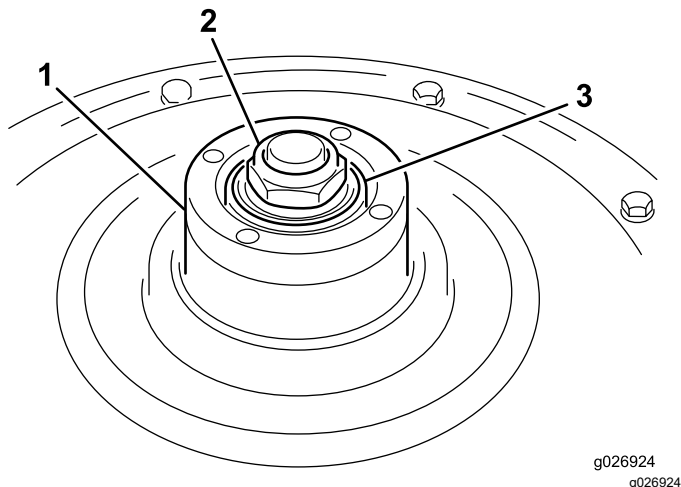

Figura 13
2. Gire el cubo de la rueda (Figura 13) para comprobar el ajuste del cojinete. Debe notar una ligera resistencia al girar el cubo. Si no nota resistencia, apriete la tuerca del cubo de la rueda (Figura 13) hasta que note una ligera resistencia al girar el cubo.
3. Compruebe que la junta tórica no está dañada, y que está asentada en la cara interior del cubo de la rueda (Figura 13).